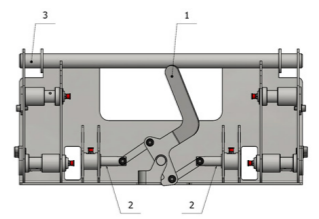
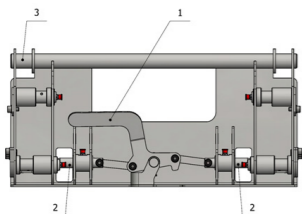

Abbildung 6: Schnellwechsler entriegelt
Abbildung 7: Schnellwechsler verriegelt
3. Stecken Sie durch Betätigen der Hebel (Pos. 1, Abbildung 6: Schnellwechsler entriegelt) in vertikale Richtung die Bolzen (2) hinein.
4. Durch die Handhabung des Laders und des Schnellwechslers müssen die Aufnahmebolzen (3) des Schnellwechslers in den Betten des Anbaugeräts aufgenommen werden.
5. Stellen Sie das AG durch das Zuklappen des Schnellwechslers so ein, dass die Öffnungen am Arbeitswerkzeug gegen die Bolzen (2) am Schnellwechsler liegen.
6. Sichern Sie das AG, indem Sie die Bolzen (2) in die Öffnung am Arbeitswerkzeug schieben und die Hebel (1) in die ursprüngliche (horizontale) Position (Abbildung 7: Schnellkupplung gesichert).